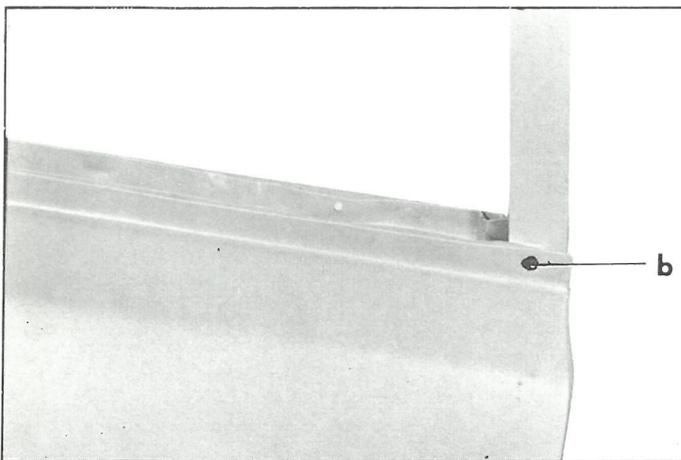

Fig. 2
- en b (fig. 2) (deux tôles seulement)